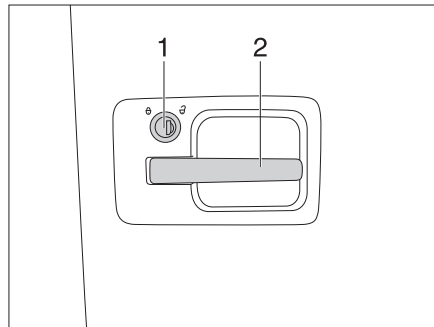

Bild 19 Dörrlås, utsida
- Stick in nyckeln i låscylindern (Bild 19,1) och vrid den medurs tills dörrlåset låses upp.
- Drag i dörrhandtaget (Bild 19,2). Dörren är öppen.
- Stick in nyckeln i låscylindern (Bild 19,1) och vrid den moturs tills dörrlåset har låsts.